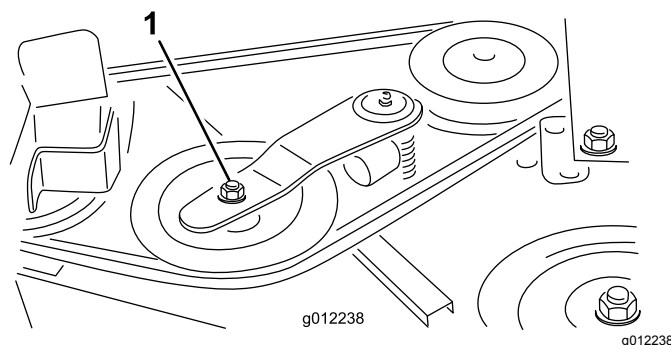
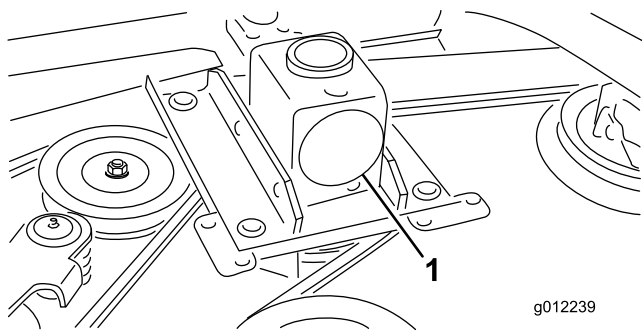

Figura 32
Figura 33
2. Usando una llave dinamométrica u otra herramienta similar, aleje la polea tensora (Figura 32) de la correa de transmisión para aliviar la tensión de la correa y poder retirar la correa de la polea de la caja de engranajes (Figura 33).